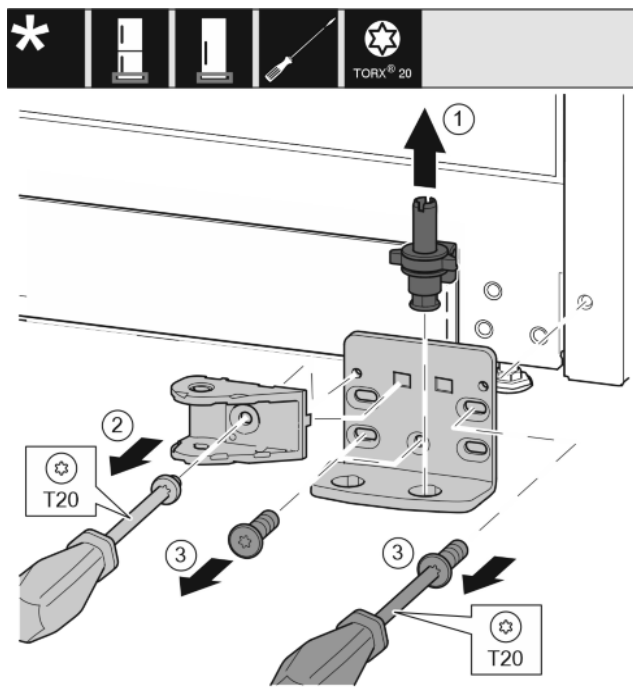

Fig. 27
- ▶ Опорный палец полностью извлеките движением вверх. Fig. 27 (1)
- ▶ Открутите винт отверткой T20 и снимите соединительный элемент амортизатора. Fig. 27 (2)
- ▶ Открутите винты отверткой T20 и снимите опорный кронштейн. Fig. 27 (3)